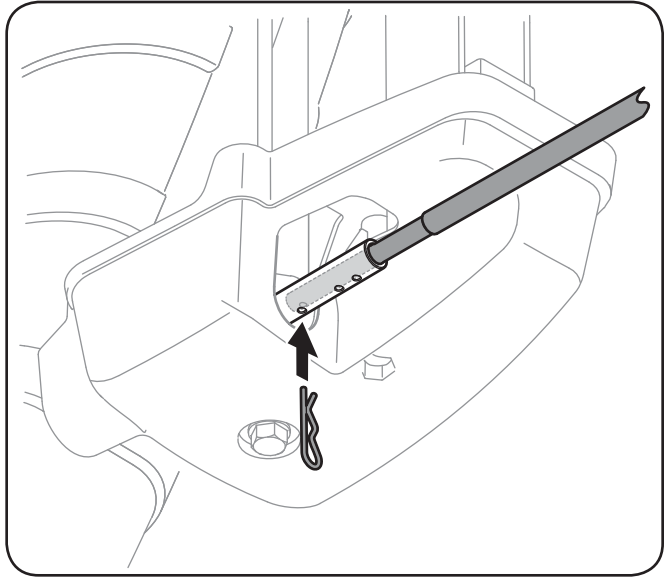

Figure 4-2
2. Enfoncez la tige de commande de la goulotte jusqu'à ce que le trou soit aligné avec le 3^e trou de l'ensemble de rotation. Voir la Figure 4-2 .